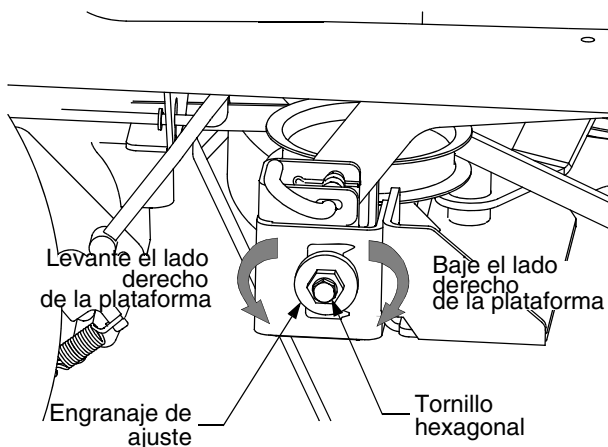

Figura 37
- Afloje, pero no extraiga, el tornillo de cabeza hexagonal ubicado en la ménsula de suspensión derecha de la plataforma. Consulte la Figura 37.
- Nivele la plataforma con una llave para girar el engranaje de ajuste (el cual se encuentra inmediatamente detrás del tornillo hexagonal que se acaba de aflojar) en sentido de las agujas del reloj para bajar el lado derecho de la plataforma o en sentido contrario a las agujas del reloj para levantar el lado derecho de la plataforma. Vea Figura 37.